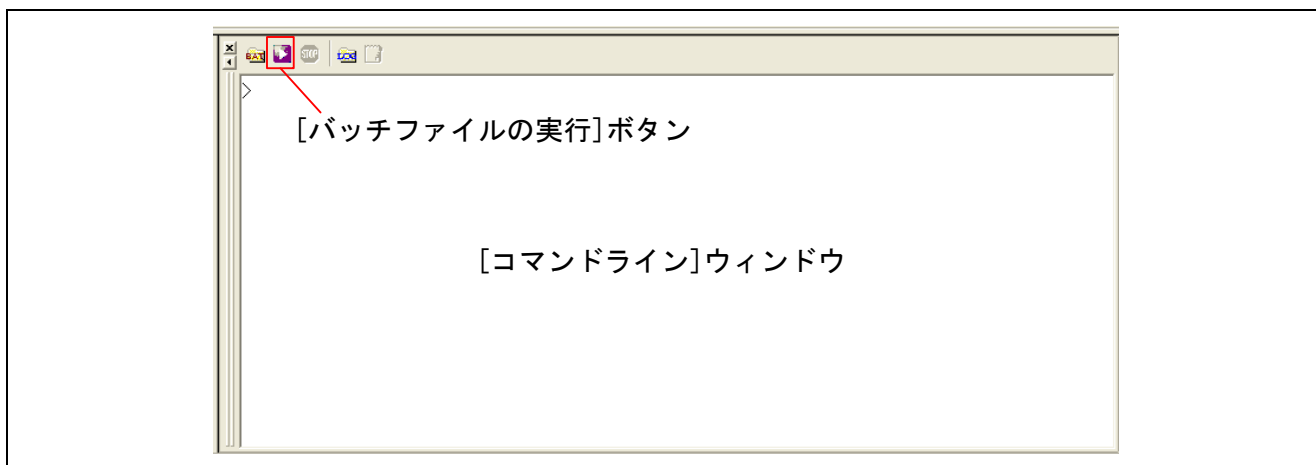

図18 [コマンドライン]ウィンドウと[バッチファイルの実行]ボタン
5. 接続確立後、High-performance Embedded Workshopの[表示]メニュー→[コマンドライン]を選択し、図 18 に示すように[コマンドライン]ウィンドウを表示してください。